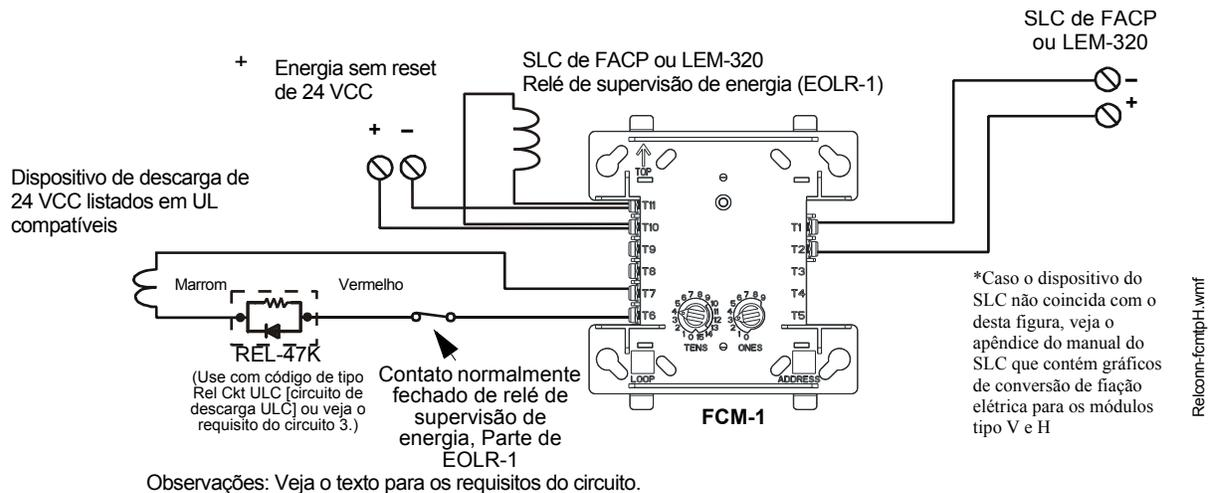

Figura 4.11 Conexão típica de um dispositivo de descarga de 24 VCC ao módulo FCM-1
- Utilize um dispositivo de supervisão alinhado (P/N REL-47 K) com o módulo FCM-1. Conecte o dispositivo de supervisão alinhado como aparece na figura 4.11.